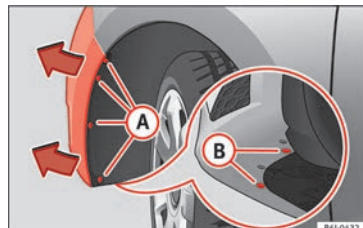

Fig. 191 Faro fendinebbia: accesso al connettore e al portalampada.
- Servirsi di un cacciavite per rimuovere le 4 viti A » fig. 191 situate all'interno del passaruota e le 2 viti inferiori B » fig. 191 del paraurti.